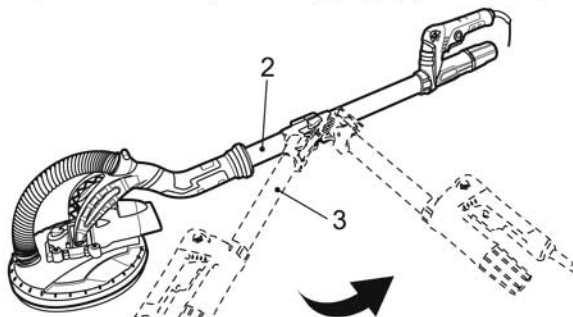

Рис. 1
- > Полностью разложите верхнюю трубку (3) в сторону нижней трубки (2) (Рис. 1).